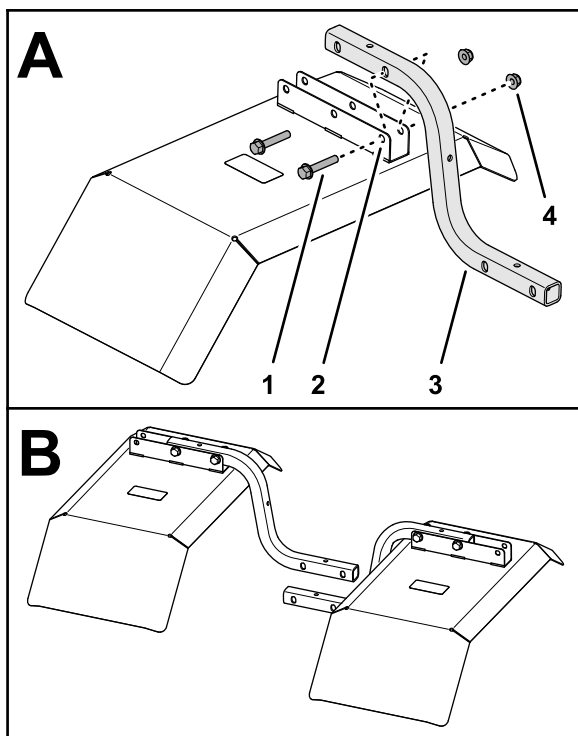

Figura 1
1. Instale el tubo de refuerzo en el soporte del guardabarros con 2 tornillos de caperuza con arandela prensada (5/16" x 1¾") y 2 contratuercas con arandela prensada (5/16"), tal y como se muestra en la Figura 1.